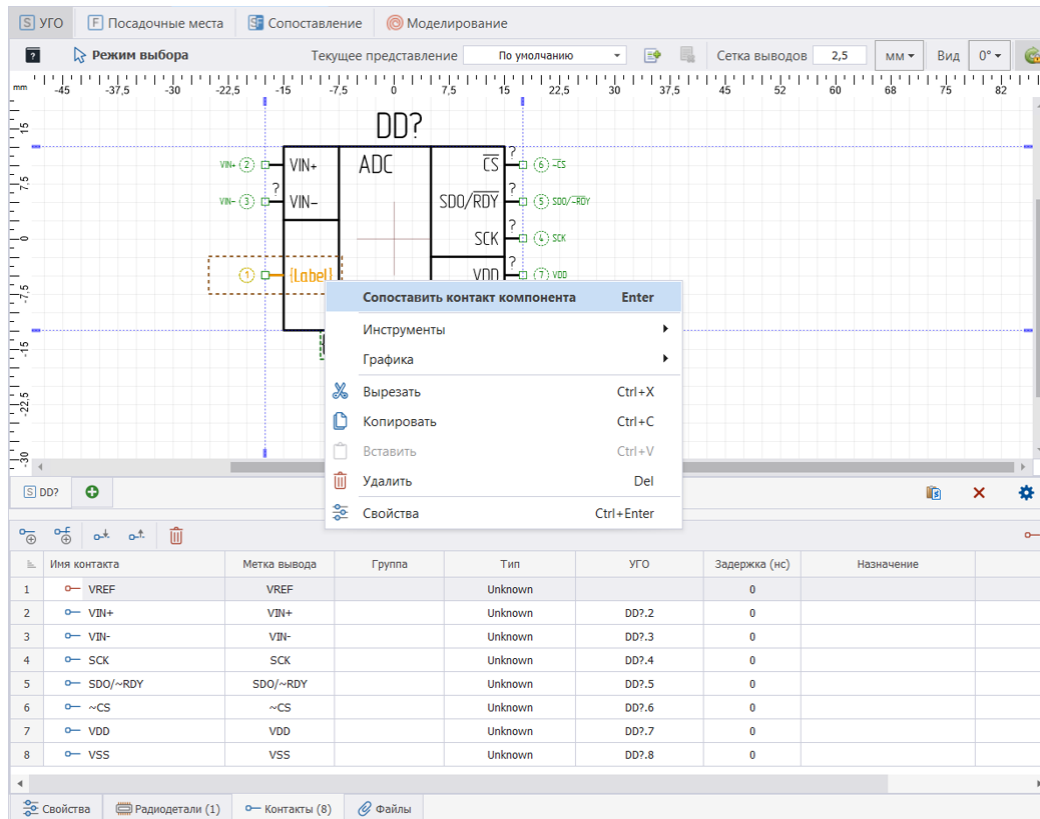

Рис. 275 Сопоставление вывода через контекстное меню
2. В контекстном меню выбрать «Сопоставить контакт компонента», см. Рис. 275.